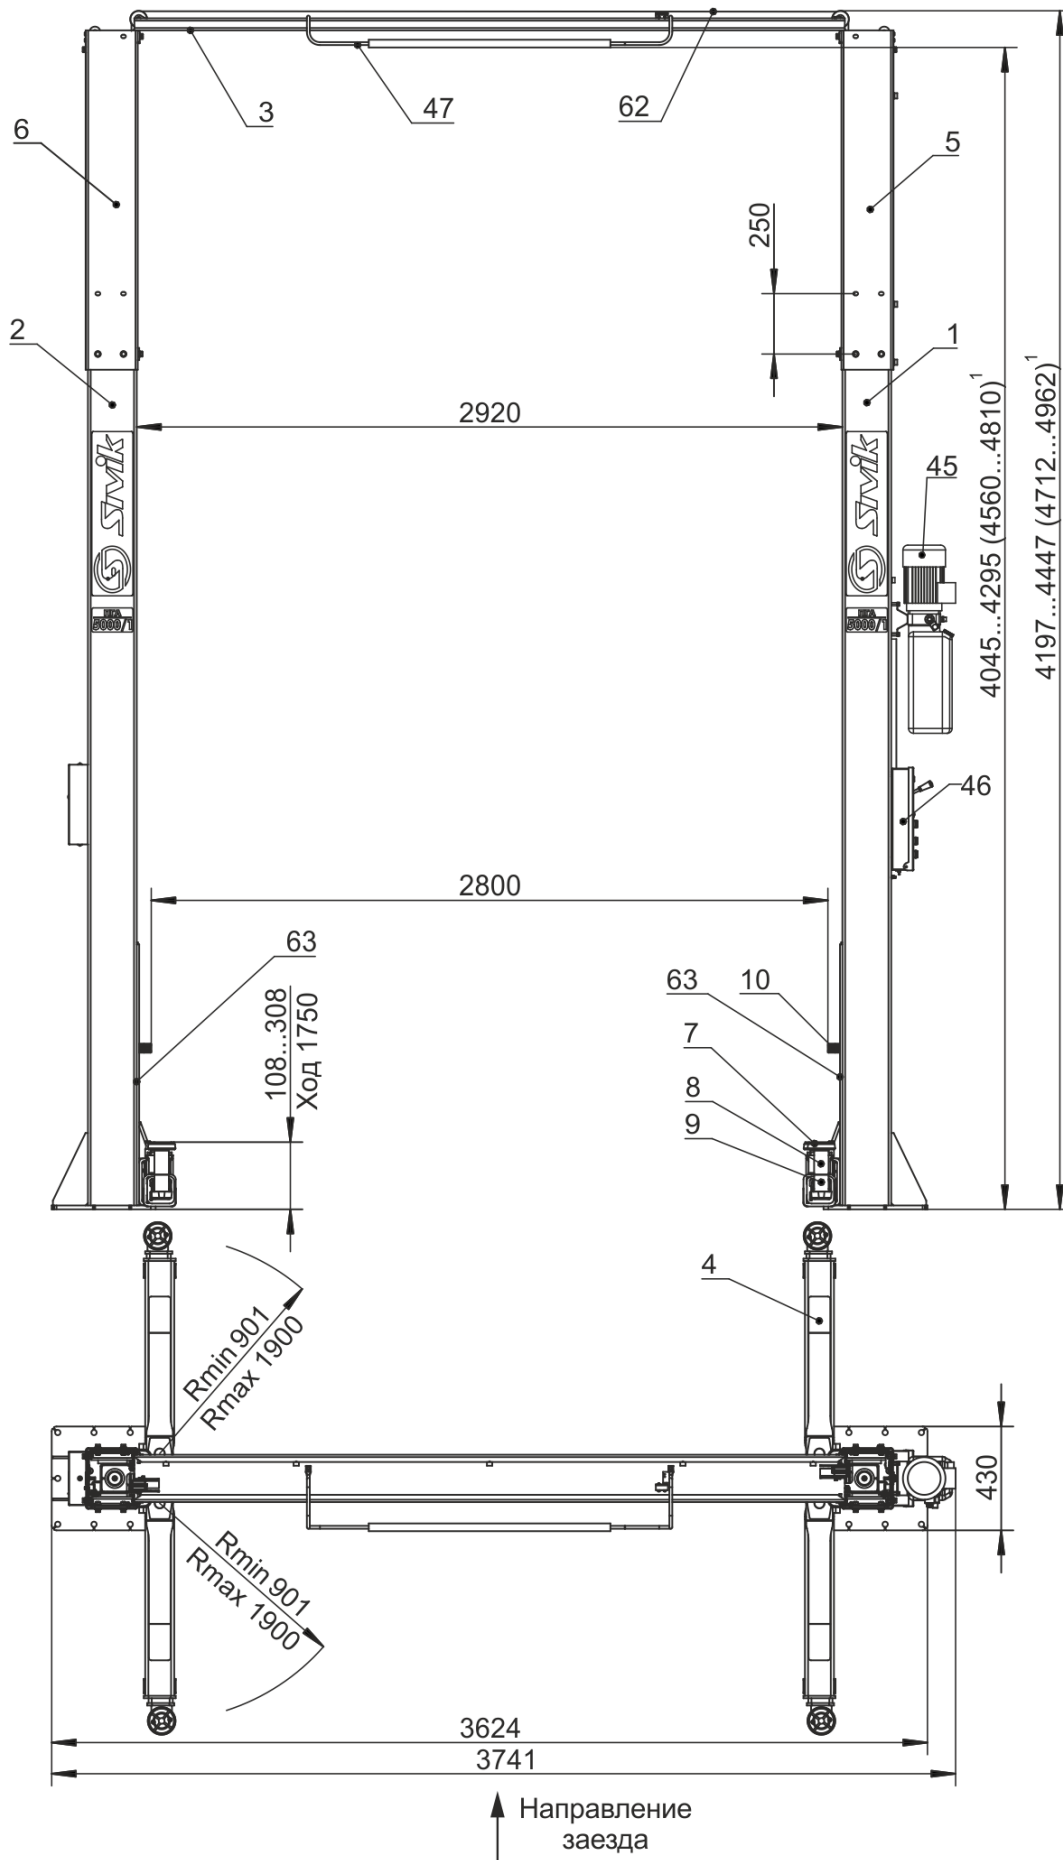
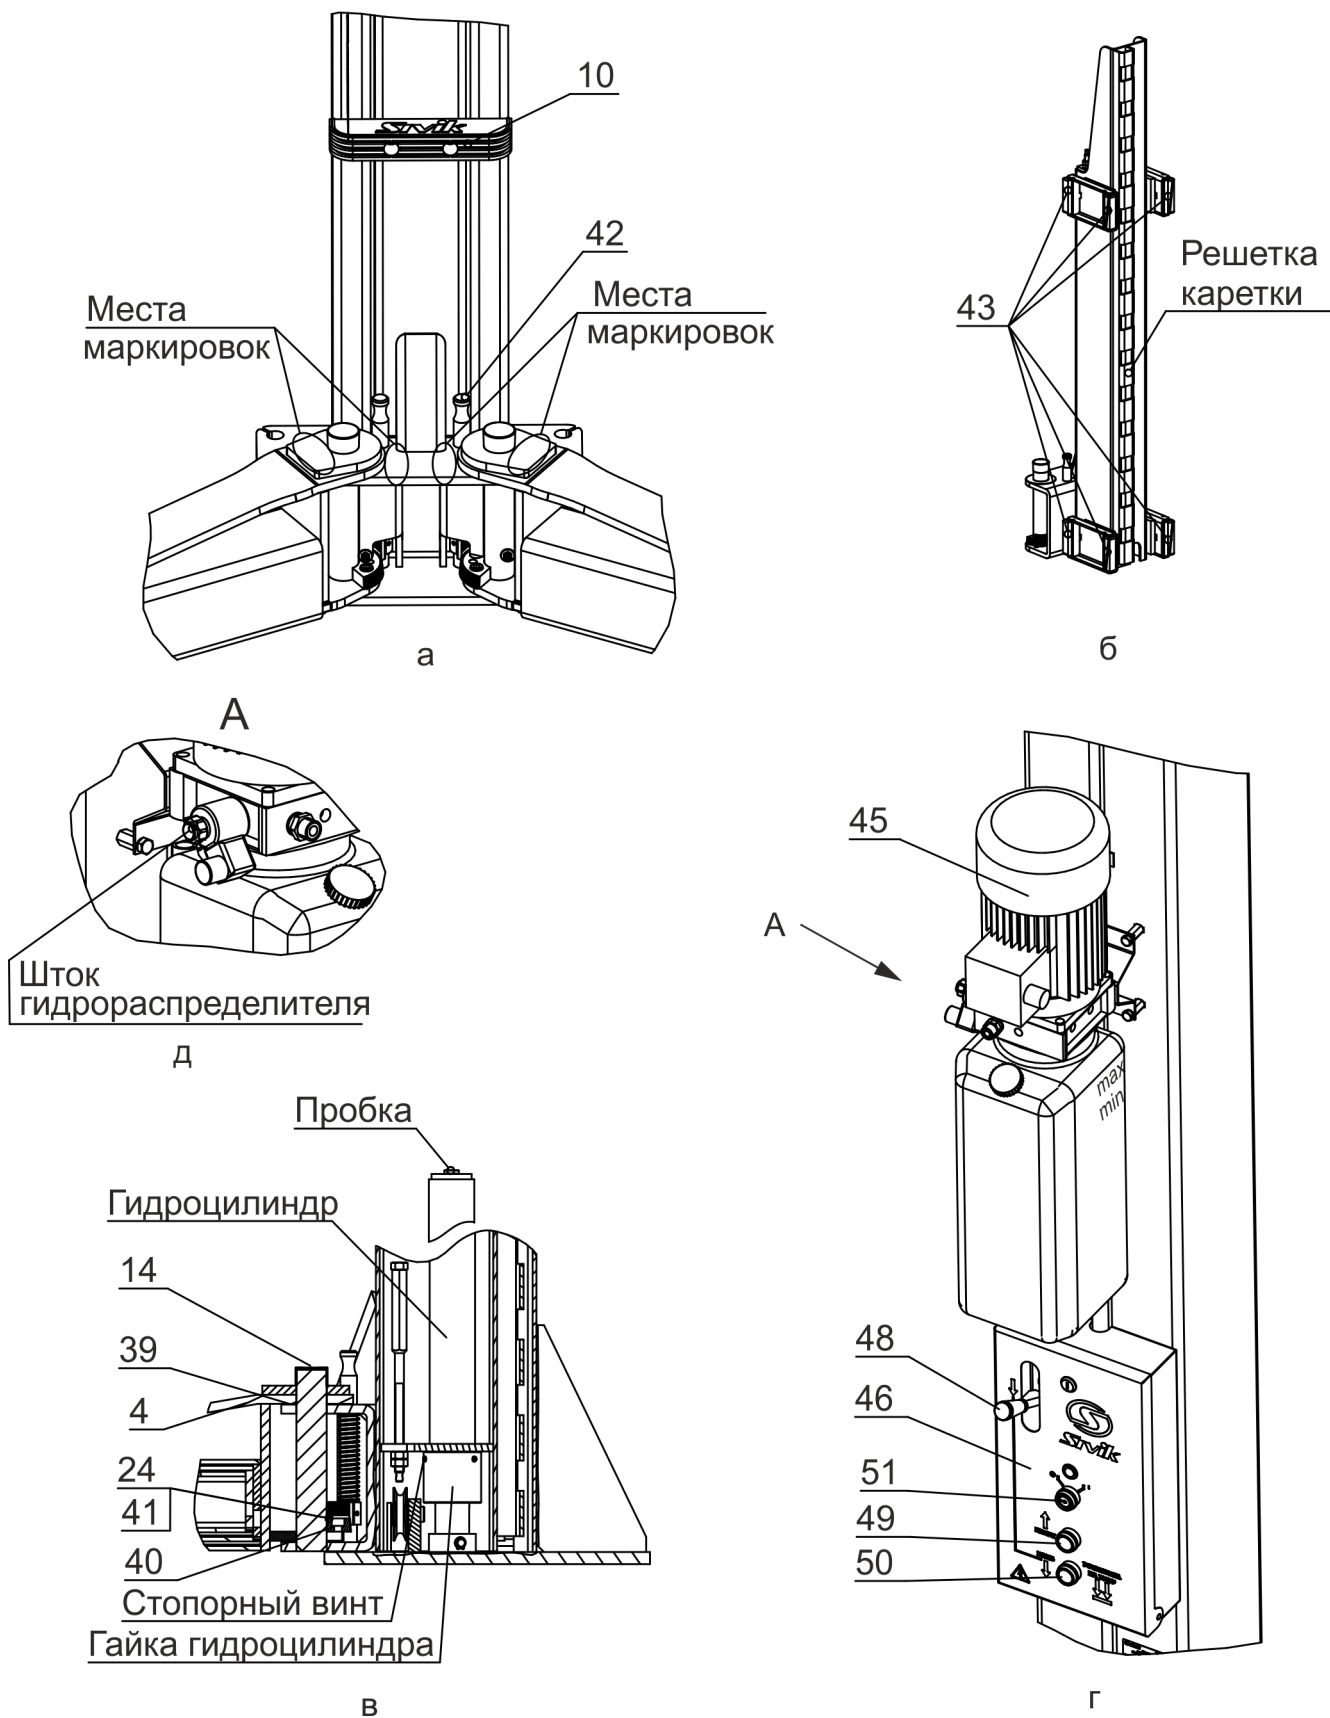

Рисунок 3.1 - Общий вид подъемника (1 – исп. Высокий)
Рисунок 4.1 – Виды подъемника
Подъемник (рисунок 3.1) состоит из двух стоек коробчатого сечения – правой 1 и левой 2, двух надставок 5 и 6 соединенных между собой поверху перекладиной 3. Подъемник имеет возможность регулировки по высоте от 4197(4712)¹ мм до 4447(4962)¹ мм. Это достигается креплением надставок 5 и 6 на первый или второй ряд крепежных отверстий. В стойках размещены каретки 63 с закрепленными на них поворотными телескопическими подхватами 4 равной длины. На концах подхватов 4 установлены опоры 7, подставки поры 8,9. Подхваты фиксируются стопорными устройствами 42 (рисунок 4.1а), автоматически срабатывающими при подъеме автомобиля. При опускании кареток 63 в крайнее нижнее положение происходит автоматическое расстопорение подхватов 4. Каретки 63 приводятся в движение гидравлическими цилиндрами, установленными внутри стоек. Подъемник снабжен системой 62 тросовой синхронизации движения кареток 63.
Каждая каретка 63 (рисунок 4.1б) снабжена полиамидными ползунами 43, скользящими по беговым дорожкам стоек 1 и 2. Каретки фиксируются на требуемой высоте стопорами-защелками 44 (рисунок 3.1), закрепленными на стойках 1,2 и входящими в зацепление с решетками на каретках 63.
На правой стойке (рисунок 4.1г) размещена насосная станция 45 с пультом управления 46. Внутри насосной станции 45 находится клапан предохранительный, предотвращающий перегрузку в гидросистеме. Клапан предохранительный настроен на заданное давление и опломбирован.
- касании автомобилем ограничительной дуги 47 перекладины 3 (рисунок 3.1);
Для предотвращения повреждения дверей автомобиля (при открывании) на каретки 63 установлены накладки 10, фиксируемые винтами М8х30, шайбами 8Г и шайбами 8 (рисунок 3.1 и рисунок 4.1а).
Управление подъемником осуществляется рычагом 48 (рисунок 4.1г) и двумя кнопками 49 и 50, установленными в пульте управления 46. Рычагом 48 осуществляется расстопорение кареток 63, а кнопками 49 и 50, подъем (кнопка 49) и опускание (кнопка 50) кареток 63.
Перед сборкой проверить затяжку гаек гидроцилиндров и стопорных винтов (рисунок 4.1в).
Для того чтобы проверить срабатывание упругой тяги 55, необходимо одному человеку прижать рукой защелку 44 к стойке 2, а другому повернуть рычаг 48 (рисунок 4.1г) вниз. Упругая тяга 55 должна вытянуться на полный ход штока-
При повороте рычага 48 вниз (рисунок 4.1г), защелка на левой стойке должна отвестись, так же как отвелась защелка на правой стойке. При повороте рычага 48 вверх (рычаг 48 должен удерживаться в верхнем положении пружиной), защелки на левой и правой стойке должны вернуться в исходное положение. Регулировка проводится выборкой слабины тросика 52 и обжатием петли зажимом 13.
6.9 Открутить пробку бака насосной станции 45 и залить масло (около 12 л) до верхней метки «МАХ» (рисунок 4.1г). Уровень масла контролировать визуально. Установить пробку бака на место.
- кратковременным нажатием на кнопку 49 (двигатель должен работать, вращение крыльчатки по стрелке на кожухе эл. двигателя, а из бака должно убывать масло, рисунок 4.1г).
• отвернуть пробки у каждого гидроцилиндра на один оборот (рисунок 4.1в)